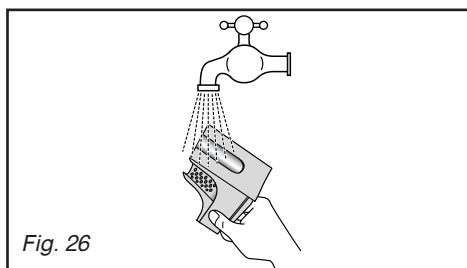

Fig. 26
– rincez-le sous le robinet (Fig. 26)